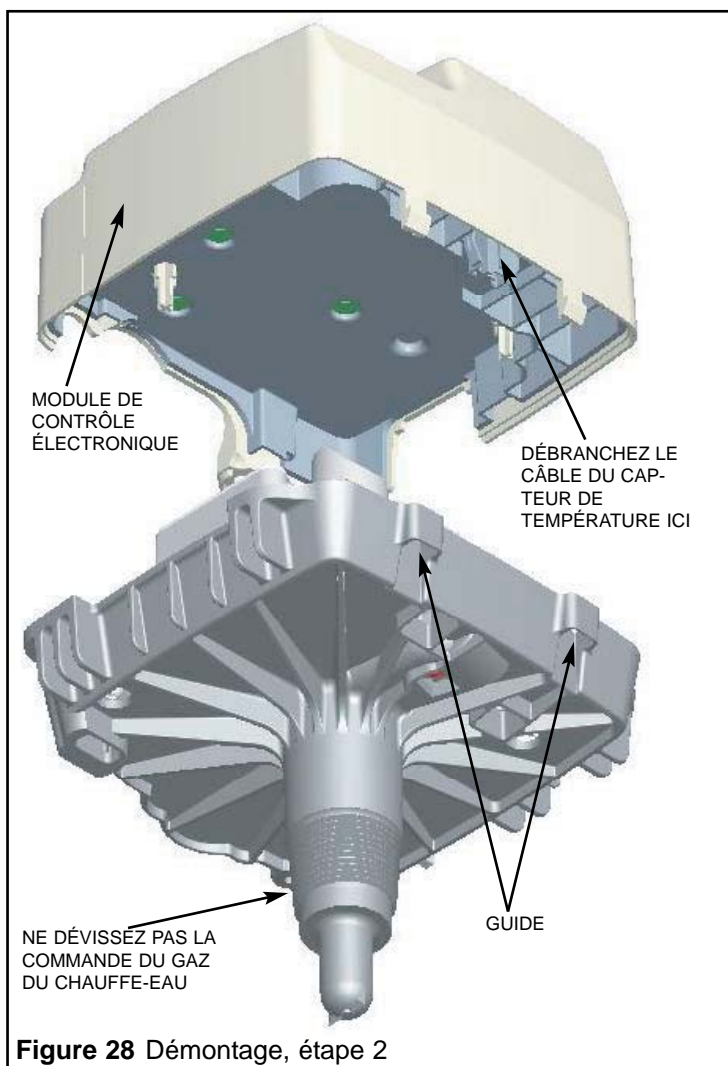

Figure 28 Démontage, étape 2
2. À l'aide d'un tournevis plat, libérez les languettes de verrouillage situées au haut de la commande du gaz et tirez perpendiculairement sur le module de contrôle électronique (voir Figures 28 et 29).